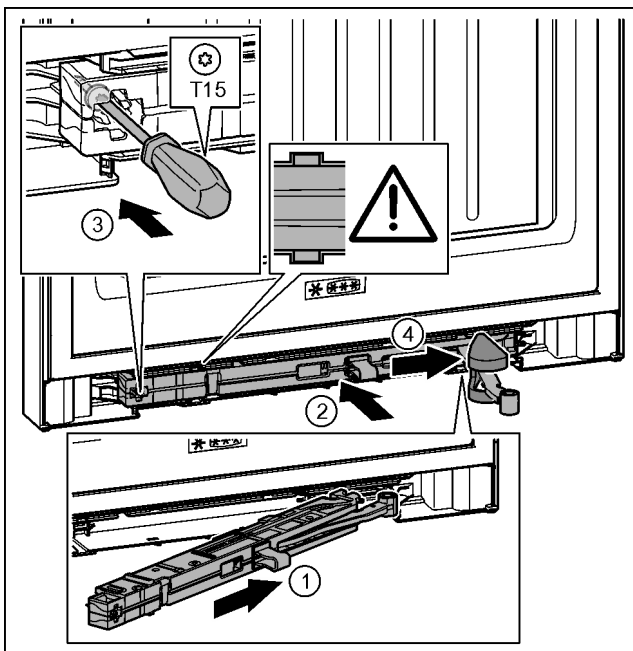

Fig. 45
- ▶ Jednotku tlmíča uzatvárania zasuňte na strane ložiskovej konzoly až na doraz šikmo do vybrania. Fig. 45 (1)
- ▶ Jednotku tlmíča uzatvárania zasuňte úplne do vybrania. Fig. 45 (2)
- ▶ Skrutkovačom T15 pevne zaskrutkujete skrutku. Fig. 45 (3)
- ▶ Na kĺb nasuňte kryt. Fig. 45 (4)